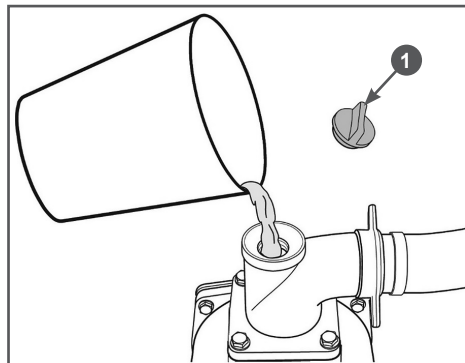

Рис. 15. Заполнение корпуса насоса водой
1. Открутите пробку 1 отверстия для заливки воды в корпус насоса (Рис. 15).